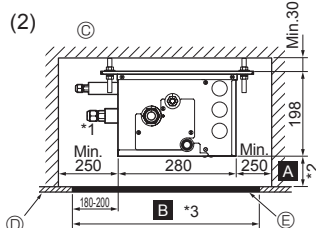
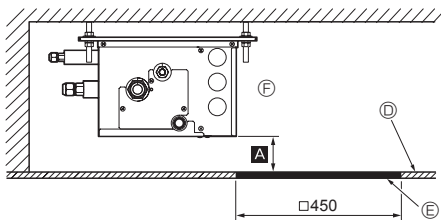

Fig. 4-6
Fig. 4-7
(2) Seitenansicht (Fig. 4-6, Fig. 4-7)
Bei "□ 450" bereiten Sie eine Wartungsöffnung an einer PCB-Seite vor (wie in Fig. 4-7 gezeigt), und "Min. 300 mm" ist für den Abstand Ⓐ erforderlich. Bei weniger als 300 mm Länge (wenn z. B. Ⓐ = 100 mm ist) wird ein Reparaturaustausch des Verteilerkastens, von Ventildedern mit linearer Ausdehnung, Sensoren und der Abflusswanne erschwert (es lässt sich nur das PCB austauschen).